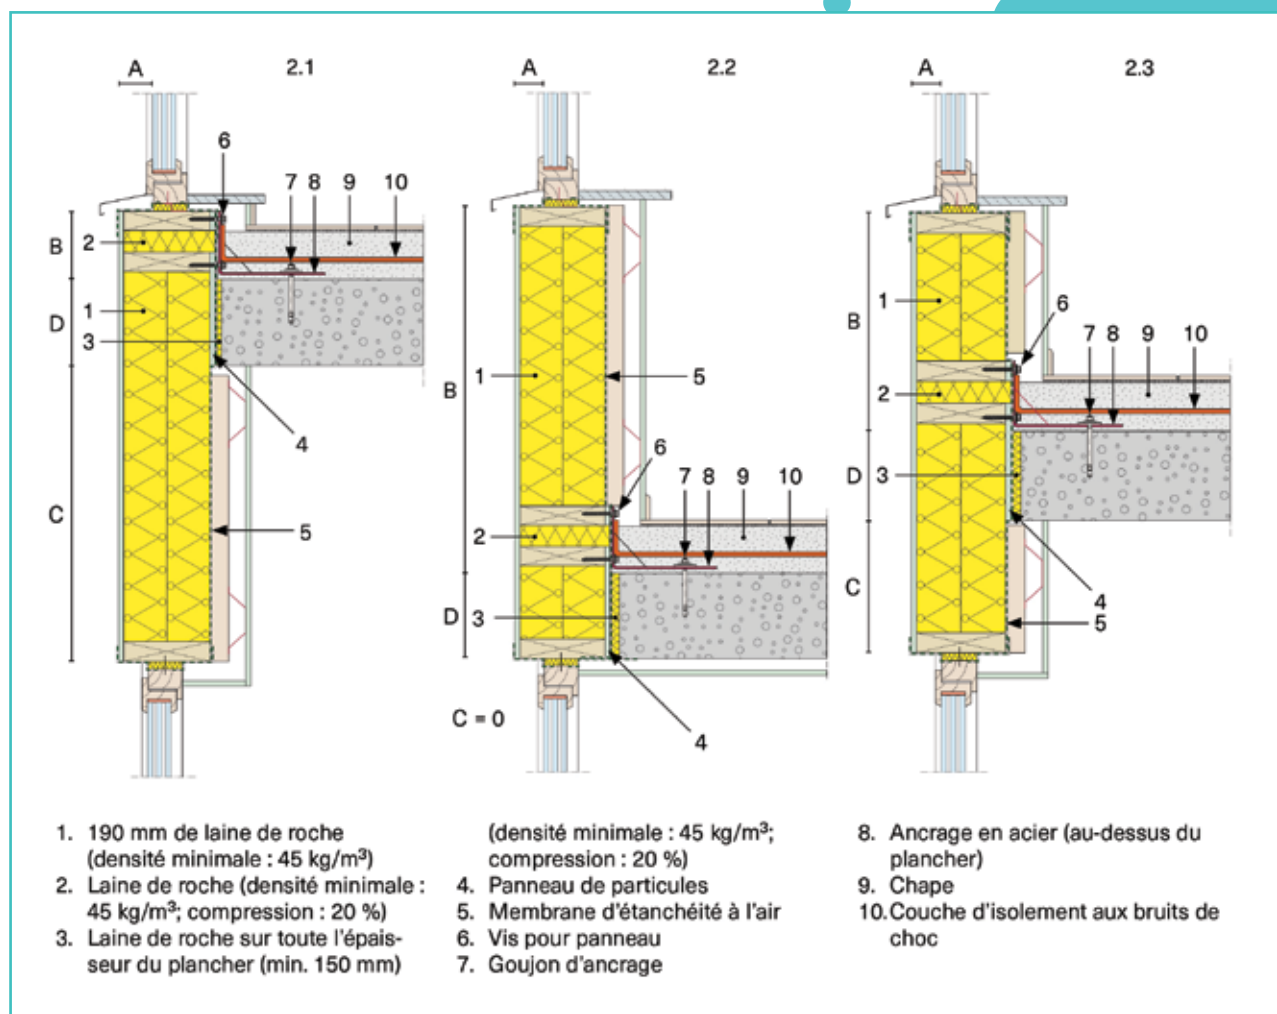

Fig. 2 Élément de façade étanche au feu conçu comme linteau (2.1), allège (2.2) ou une combinaison des deux (2.3) ($A + B + C + D \geq 1$ m).
- en interposant éventuellement une membrane d'étanchéité à l'air (d'une épaisseur maximale de 1 mm) de manière continue entre le panneau et le bourrage à la laine de roche (voir figure 2)
- l'élément de façade aura une longueur développée (c'est-à-dire $A + B + C + D$; voir figure 2) de minimum 1 m. Il peut être conçu comme linteau (2.1), allège (2.2) ou une combinaison des deux (2.3)